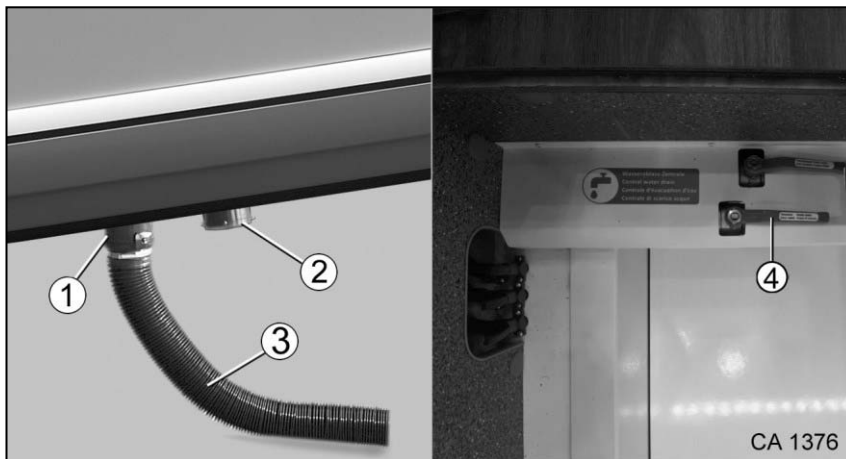

Fig. 159 Vidange du réservoir des eaux usées
1. Raccorder le tuyau de vidange (Fig. 159/3) au manchon de vidange (Fig. 159/1).
2. Ouvrir le robinet de vidange (Fig. 159/4).
3. Vider le réservoir des eaux usées via le manchon de vidange (Fig. 159/1).
4. Fermer le robinet de vidange (Fig. 159/4).